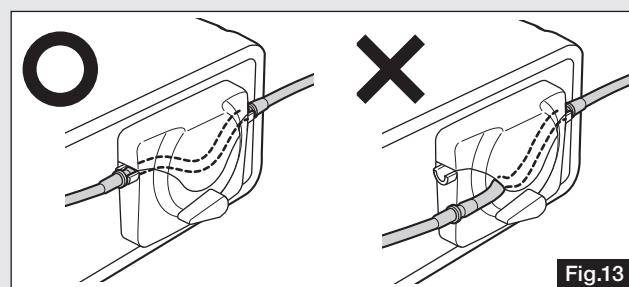

Fig.13
- Après vous être assuré que le tube d'irrigation soit correctement placé sur le rouleau, fermez le bouton de la pompe d'irrigation. Si le bouton est fermé alors que le tube d'irrigation est mal inséré, ce dernier risque d'être endommagé. (Fig. 13)